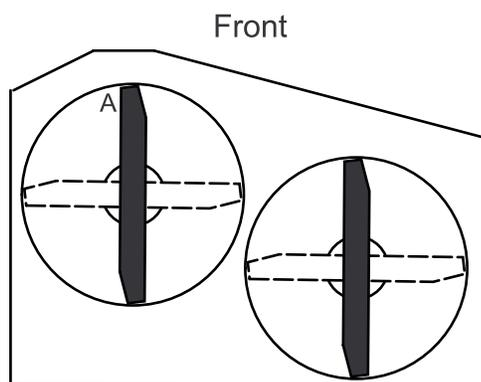

Bild 59
3. Stellen Sie die Messer in Längsrichtung, während die Maschine auf einer ebenen Oberfläche steht. Messen Sie an Stelle A von einer ebenen Fläche bis zur Schnittkante der Messerspitzen (Bild 59).